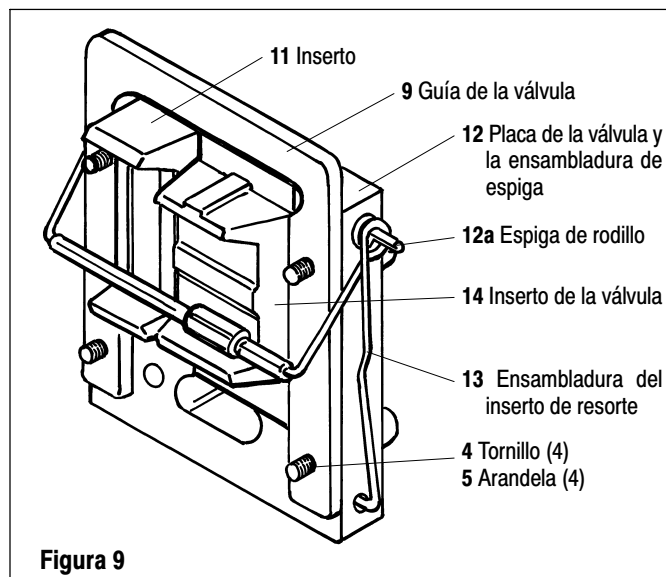

Figura 9
32. Empuje (38) el adaptador ensamblado y (31) el émbolo de la válvula hacia abajo a través de la herramienta especial para instalación 90350 hasta que llegue al fondo.
34. Instale la (33) ensambladura del collarín del prensa-estopas sobre (31) el émbolo de la válvula y empuje hacia abajo, teniendo cuidado de conservar (34) el sello en la ranura de la junta toroidal.
35. Alinee los dos orificios para tornillos y afiance (33) la ensambladura del collarín del prensa-estopas a (19) la ensambladura de la cabeza con dos (6) tornillos y dos (7) arandelas de seguridad.
36. Introduzca (13) la ensambladura del inserto de resorte dentro de (19) la ensambladura de la cabeza, con los ganchos hacia abajo y el rodillo de nylon orientado hacia (31) el émbolo de la válvula.
37. Engrase ambos (11 y 14) insertos y colóquelos en su puesto (ver la figura 9) con las patas del inserto hacia (31) el émbolo de la válvula y (14) el inserto más grande, ubicado enfrente del rodillo de nylon con el diámetro más grande. Asimismo, el rodillo de nylon en (13) la ensambladura del inserto de resorte deberá estar entre las patas de ambos (11 y 14) insertos.
38. Engrase el lado de la empaquetadura de (12) la placa de la válvula y coloque (15) la empaquetadura en (12) la placa de la válvula. Para determinar el lado correcto, los orificios de tornillos más cercanos a la parte superior e inferior de (12) la placa de la válvula están orientados al puerto de escape en (19) la ensambladura de la cabeza. Asimismo, (12a) las espigas de rodillo en (12) la placa de la válvula están en la parte superior.
39. Sostenga (11 y 14) los insertos contra (31) el émbolo de la válvula y deslice (15) la empaquetadura y (12) la placa de la válvula entre am-
40. Enganche la espiral anular en (13) la ensambladura del inserto de resorte sobre (12a) las espigas de rodillo (ver la figura 9).
41. Enganche la parte inferior de (13) la ensambladura del inserto de resorte en los orificios a los lados de (12) la placa de la válvula (ver la figura 9).
42. Introduzca (9) la guía de la válvula contra el frente de (12) la placa de la válvula. Las patas de (9) la guía de la válvula deberán estar hacia abajo, con la pata que tiene el orificio roscado ubicada más cerca del puerto de escape de (19) la ensambladura de la cabeza.
43. Coloque (5) la arandela en cada uno de los cuatro (4) tornillos e insértelos en los orificios provistos y apriételos en las esquinas uniformemente y en forma alterna. NOTA: Para facilitar la alineación de los orificios, es muy útil disponer de una piqueta para junta toroidal.
44. Instale (10) la empaquetadura en (8) la tapa del motor neumático y afíncela con seis (3) tornillos.
45. Coloque (2) el deflector en el puerto de escape de (19) la ensambladura de la cabeza, con la abertura hacia abajo y afíncelo con cuatro (1) tornillos.